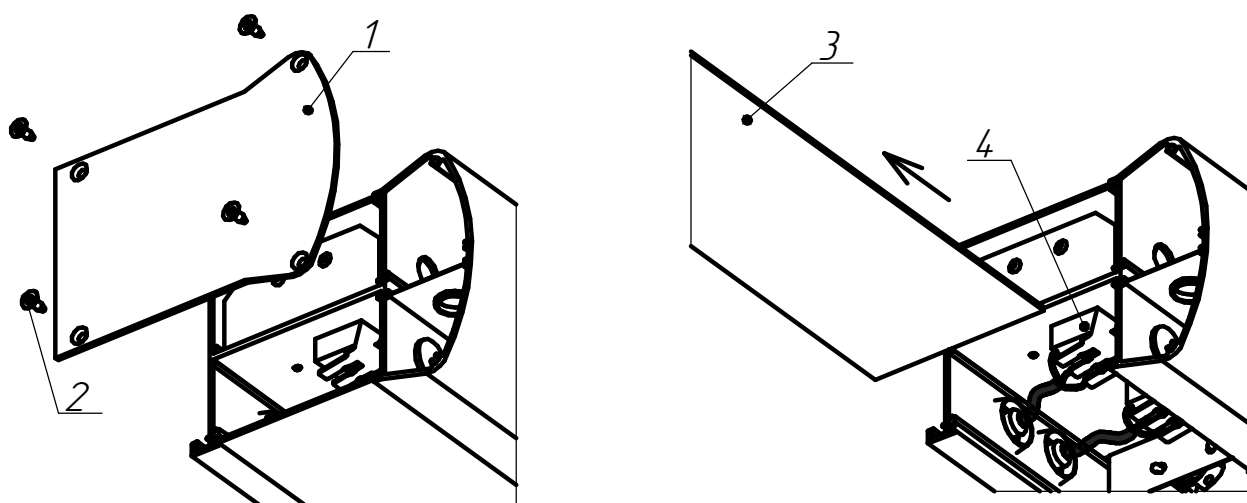

Рисунок 2 - Схема подключения светильников
5.3 Выкрутите саморезы (поз.2, рисунок 2.) на торцевой части светильника, снимите крышку (поз.1, рисунок 2.) и рассеиватель (поз.3, рисунок 2.). Пропустите питающий провод через гермоввод к клеммной колодке (поз.4, рисунок 2.). Схему подключения светильника к сети смотреть на рисунке 5.